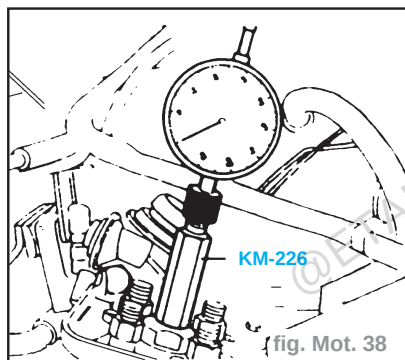

fig. Mot. 38
- Installer le dispositif de mesure **KM-226-A** avec comparateur (fig. Mot. 38).